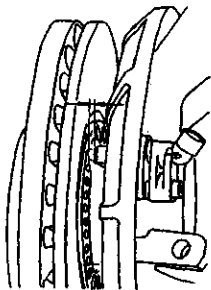

图 3-275 检查齿圈轴向跳动量
1) 举升起前轮，使之离地，用双手转动前轮感觉前轮摆动是否异常。若轴承轴向间隙过大，则要检查齿圈轴向摆差（如图 3-275 所示）。轴向跳动量应不大于  $0.3\text{mm}$ 。